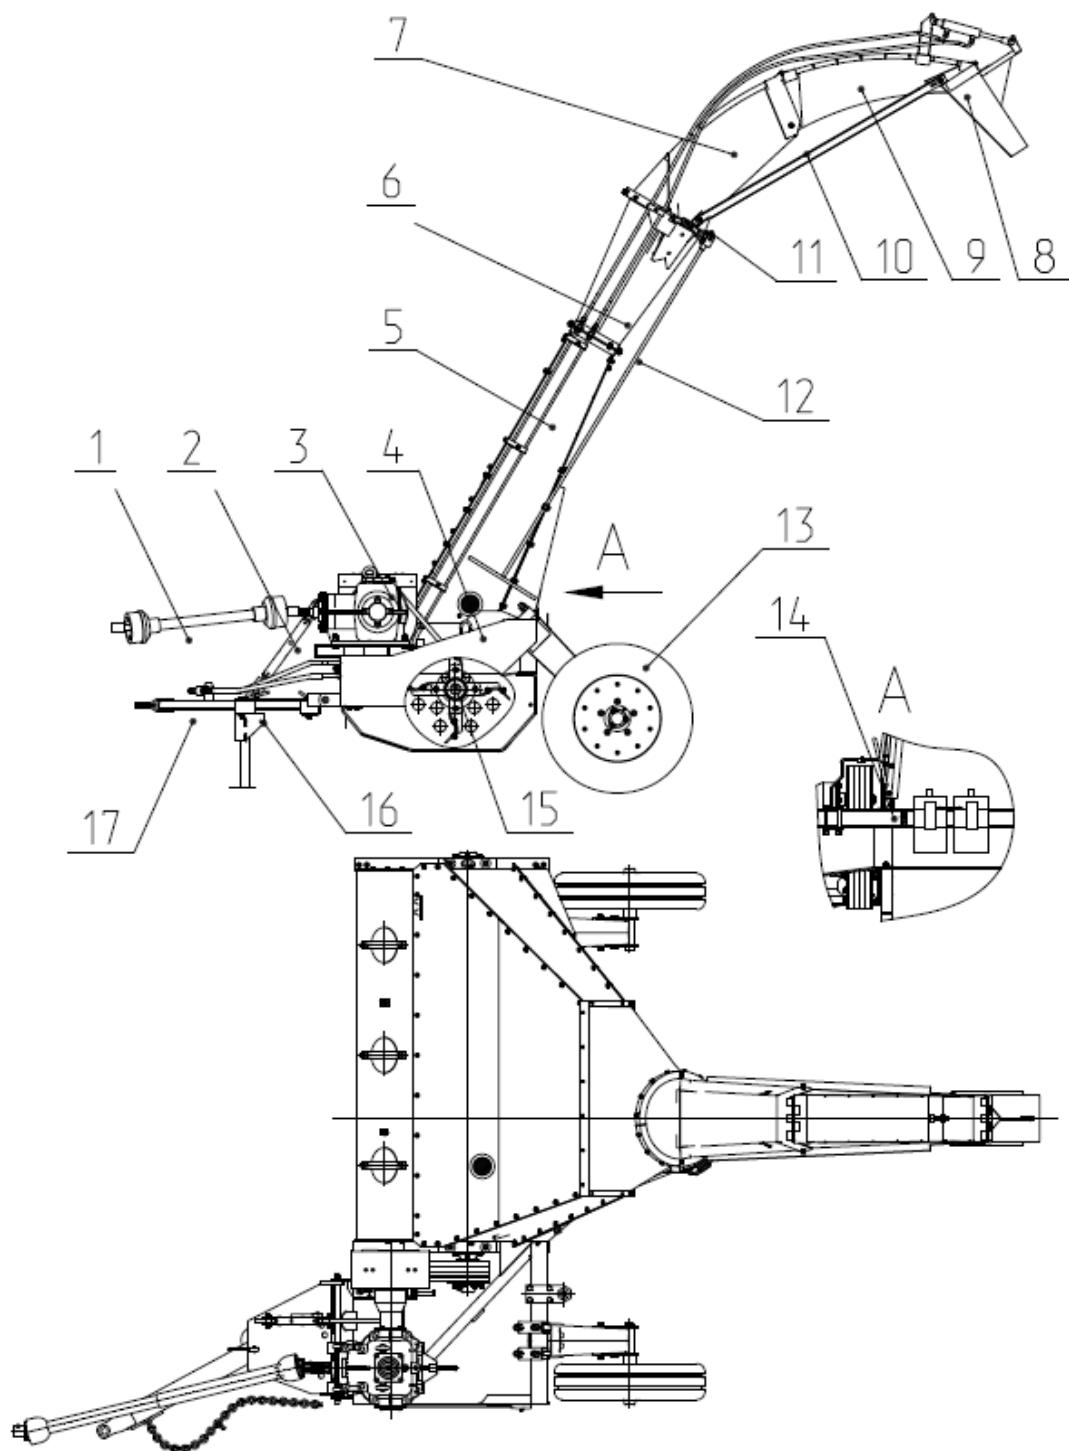

Рис.1 КИР-1,85
Рис.1а КИР-1,85И.
2.1.Основным рабочим органом косилки является ротор 15 (рис.1), смонтированный на двух боковинах, приваренных к основной раме 4 (рис.1)